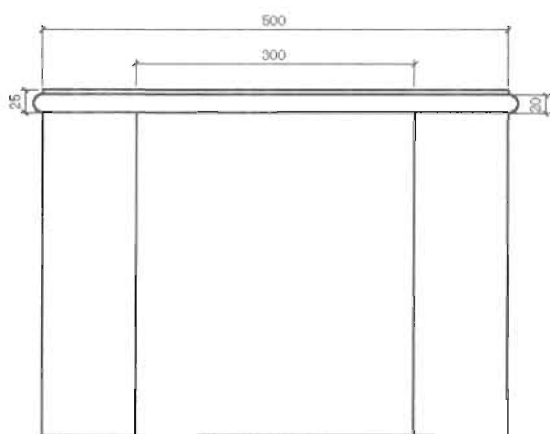

图 10-165
(6) 捕捉两个圆形上方的象限点绘制一条直线, 然后单击“修改”工具栏中的“修剪”按钮 , 将圆形内的直线和圆形靠内侧的一半剪掉, 如图 10-165 所示。